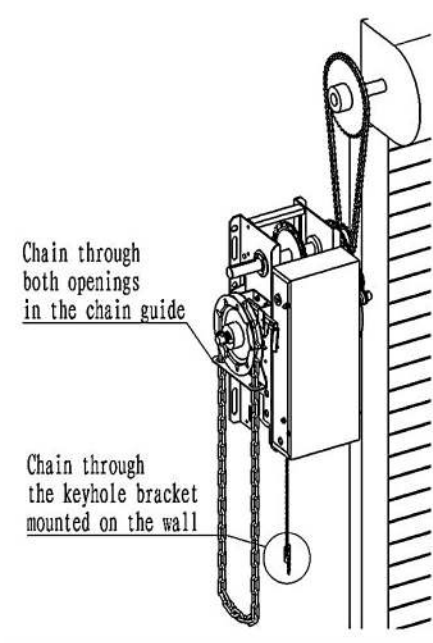

Figura 4
- 7.- El **Soporte de Pared** para la Cadena de Desconexión debe estar Fijado en la Pared, Aproximadamente 100 Cm. del Piso, La Cadena es Sostenida a través del Orificio del Gancho para Tensar la Palanca del Embrague del Operador (véase figura 4)